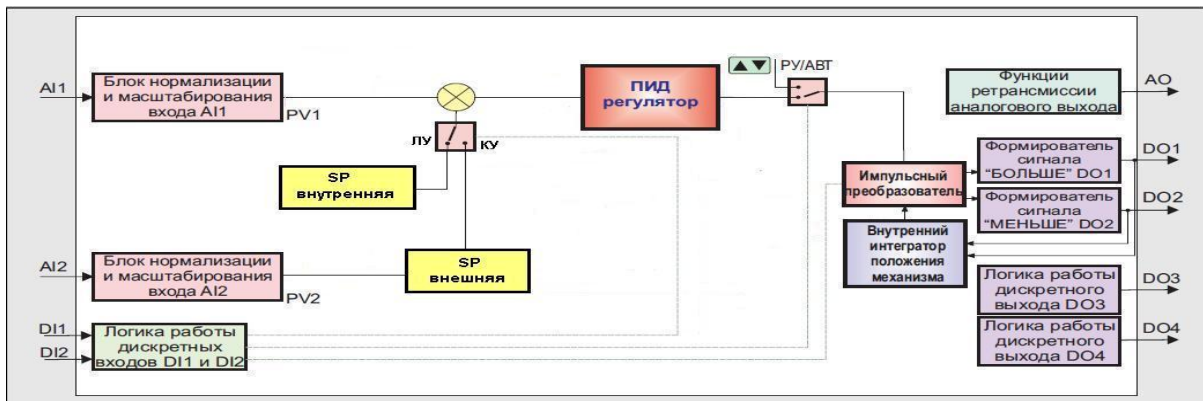

Рисунок 3.14 – Структурная схема импульсного регулятора с внешним заданием
- ПИД-импульсный с внешним заданием (рис. 3.14)